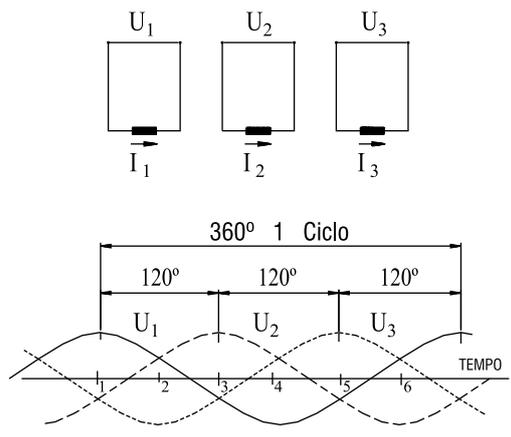
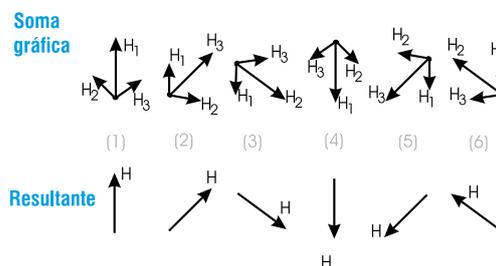

Figura 1.6
Figura 1.11
O sistema trifásico é formado pela associação de três sistemas monofásicos de tensões U_1 , U_2 e U_3 tais que a defasagem entre elas seja de 120°, ou seja, os "atrasos" de U_2 em relação a U_1 , de U_3 em relação a U_2 e de U_1 em relação a U_3 sejam iguais a 120° (considerando um ciclo completo = 360°). O sistema é equilibrado, isto é, as três tensões têm o mesmo valor eficaz $U_1 = U_2 = U_3$ conforme figura 1.6.
b) Na figura 1.10b é indicado um “enrolamento trifásico”, que é composto por três monofásicos espaçados entre si de 120° . Se este enrolamento for alimentado por um sistema trifásico, as correntes I_1, I_2 e I_3 criarão, do mesmo modo, os seus próprios campos magnéticos H_1, H_2 e H_3 . Estes campos são espaçados entre si de 120° . Além disso, como são proporcionais às respectivas correntes, serão defasados no tempo, também de 120° entre si e podem ser representados por um gráfico igual ao da figura 1.6. O campo total H resultante, a cada instante, será igual à soma gráfica dos três campos H_1, H_2 e H_3 naquele instante.
Na figura 1.11, representamos esta soma gráfica para seis instantes sucessivos.
No instante (1), a figura 1.6, mostra que o campo H_1 é máximo e os campos H_2 e H_3 são negativos e de mesmo valor, iguais a 0,5. Os três campos são representados na figura 1.11 (1), parte superior, levando em conta que o campo negativo é representado por uma seta de sentido oposto ao que seria normal; o campo resultante (soma gráfica) é mostrado na parte inferior da figura 1.11 (1), tendo a mesma direção do enrolamento da fase 1.
Repetindo a construção para os pontos 2, 3, 4, 5 e 6 da figura 1.6, observa-se que o campo resultante H tem intensidade “constante”, porém sua direção vai “girando”, completando uma volta no fim de um ciclo.